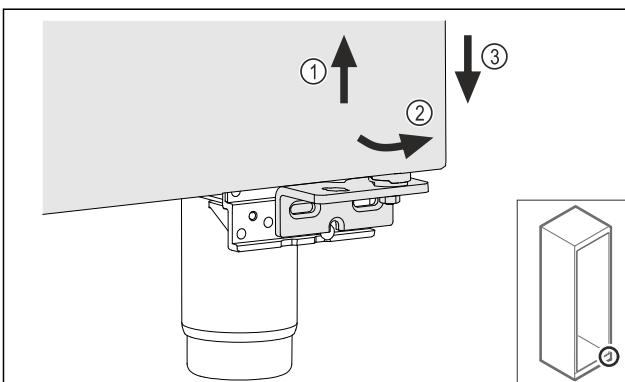

Fig. 19
► Levantar ligeramente la puerta *Fig. 19 (1)*: inclinarla hacia delante por la parte inferior *Fig. 19 (2)* y bajarla *Fig. 19 (3)*.